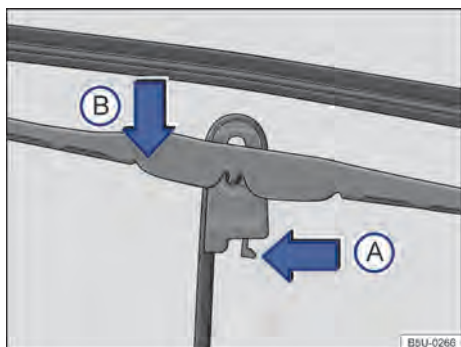

Fig. 131 Substituir as palhetas dos limpadores do para-brisa.
- Colocar a palheta em uma posição perpendicular em relação ao braço → Fig. 131.